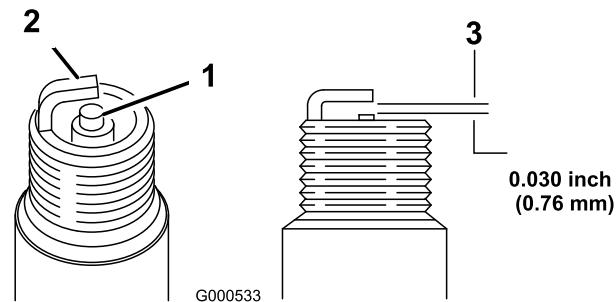

Figura 39
- Mire la parte central de la bujía (Figura 39). Si se observa un color gris o marrón claro en el aislante, el motor está funcionando correctamente. Si el aislante aparece de color negro, significa que el limpiador de aire está sucio.
- Compruebe la separación entre los electrodos central y lateral (Figura 39). Si la distancia no es correcta, doble el electrodo lateral (Figura 39).